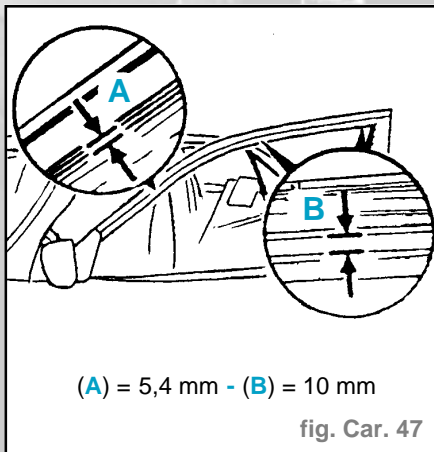

fig. Car. 47
**Remarque pour la repose :** Régler l'interstice (A) (bord avant de la vitre) et l'interstice (B) (bord supérieur de la vitre); Les interstices se mesurent entre le rebord de la vitre et le recouvrement de l'encadrement de vitre (fig. Car. 47)